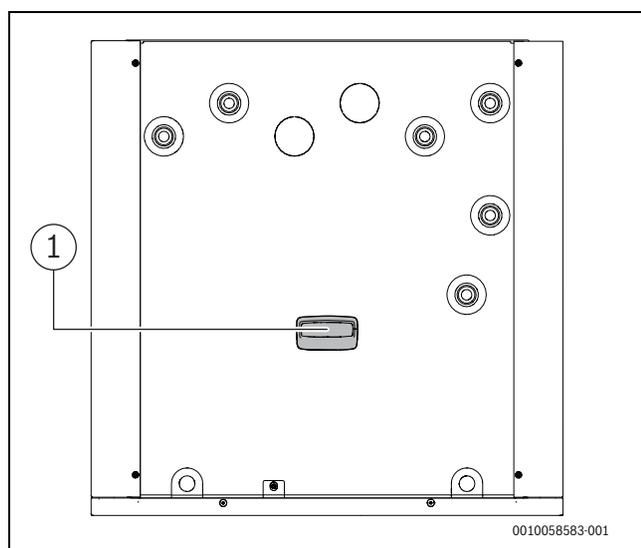

Bild 14 Funkmodul platzieren
- ▶ Modul in den Halter einsetzen (→ [1], Abbildung 14). Wenn das Modul richtig eingesetzt wurde, blinkt eine LED.